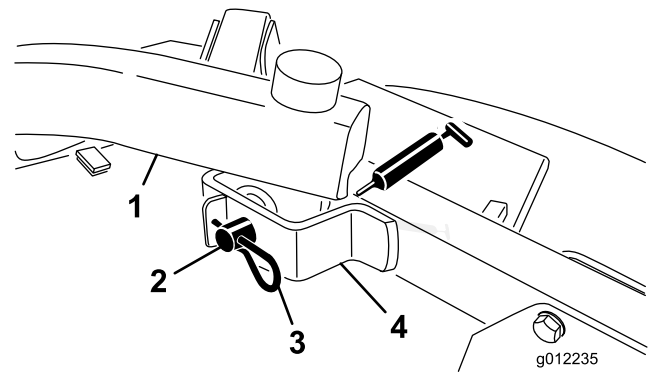

Figura 21
- Pivotes de los brazos de elevación delanteros (2) (Figura 21)